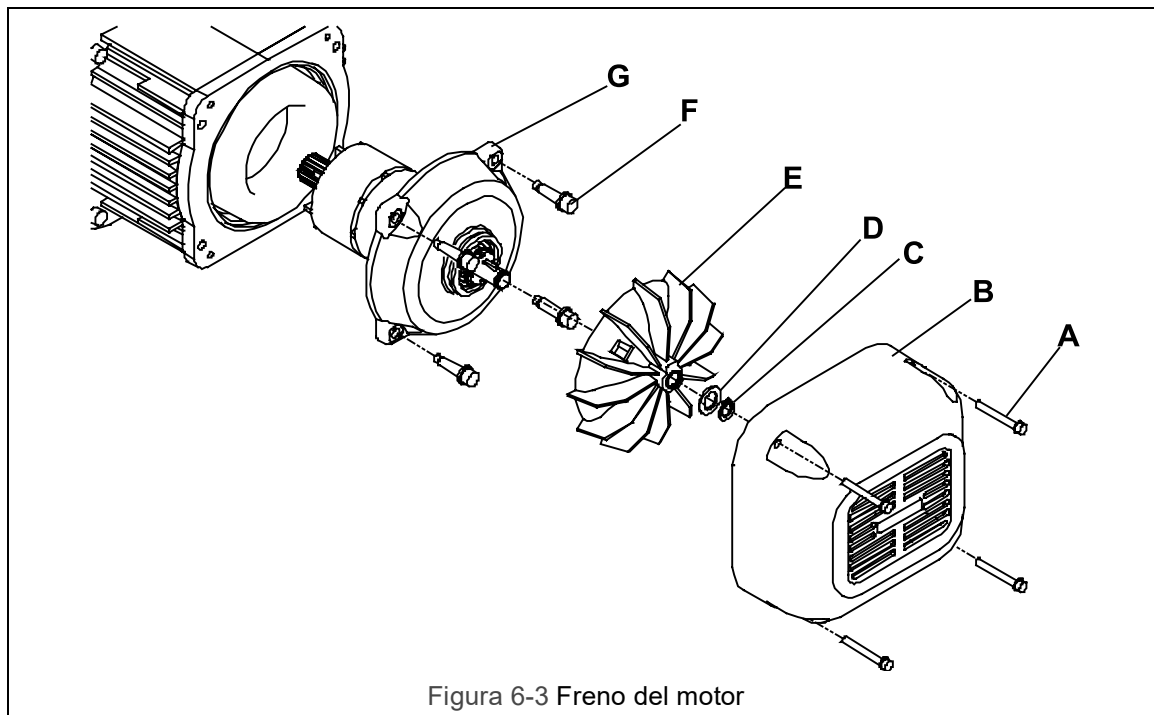

Figura 6-3 Freno del motor
- 2) Consulte la Figura 6-3.
- 3) Desmonte los cuatro pernos de la cubierta del ventilador (A), la cubierta del ventilador (B), el anillo de fijación del ventilador (C) y la rondana del ventilador (D).
- 4) Jale el ventilador (E) fuera de la flecha del motor usando un extractor de rueda si es necesario.
- 5) Desmonte los cuatro pernos del conjunto de la cubierta del motor (F) y con cuidado jale la unidad del freno del motor (G) fuera del polipasto.